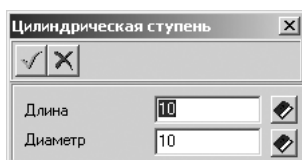

Рис. 3.81. Диалоговое окно **Цилиндрическая ступень**
- щелкните в **Дереве построения** по нужной вам плоскости, например по плоскости **ZY**. Появится диалоговое окно **Цилиндрическая ступень**, см. рис. 3.81.
- щелкните по выделенному торцу мышью. Торце будет выделен зеленым цветом. Появится диалоговое окно **Цилиндрическая ступень** (см. рис. 3.81);
- щелкните по внутренней плоской грани торца шестерни. Появится диалоговое окно **Цилиндрическая ступень** (см. рис. 3.81);